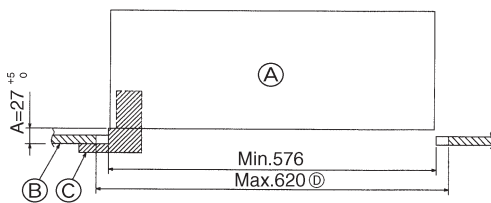

Fig. 8-2
①	Gitter	1	650 × 650 (mm)
②	Schraube mit unverlierbarer Unterlegscheibe	4	M5 × 0,8 × 25 (mm)
③	Lehre	1
④	Befestigungsteil	2
⑤	Band	2
8.2. Vorbereitung zum Anbringen des Gitters (Fig. 8-2)